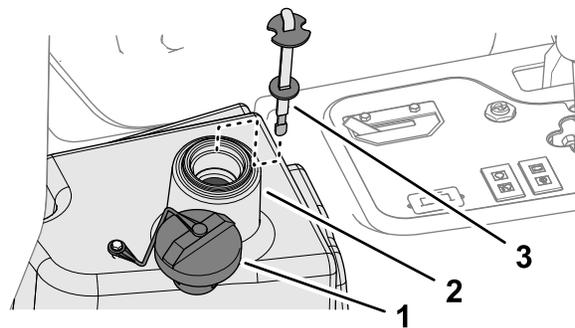

図 84
2. 油圧オイルタンクの注油口周辺をきれいに拭き、キャップ 図 84 を外す。